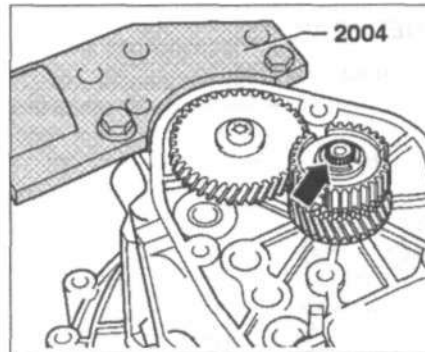

Рис. 8.22. Снимите стопорное кольцо (стрелка) крепления ступицы синхронизатора.
10. Снимите стопорное кольцо (стрелка) крепления ступицы синхронизатора (рис. 8.22).